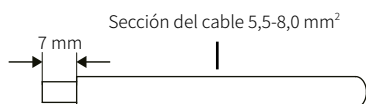

Fig. 47. Pelado del extremo del cable.
2. Pelar 7 mm. del manguito de aislamiento del cable de DC, tal como se muestra en la Fig. 47: